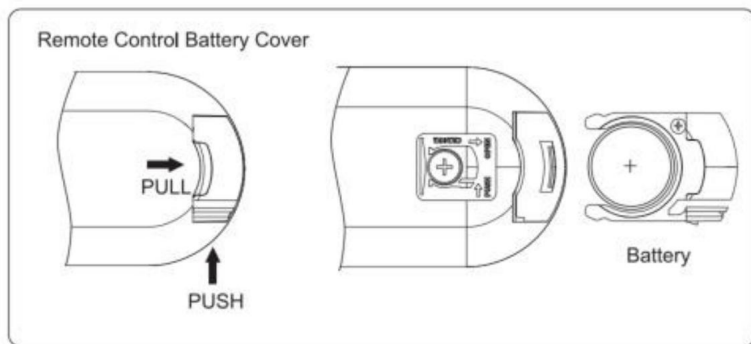

Fig.6
1. Retirez la carte dans le sens de la flèche pour mettre l'appareil sous tension. télécommande. (Fig.6)